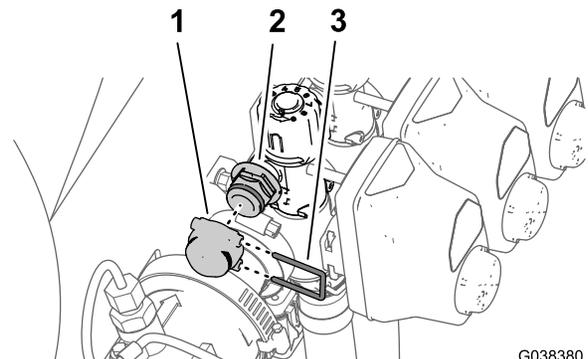

Bild 86
- 7. Befestigen Sie die Kappe Deckel mit dem Halter, den Sie in Schritt 1 entfernt haben, am Schnellkupplungsanschlussstück (Bild 86).